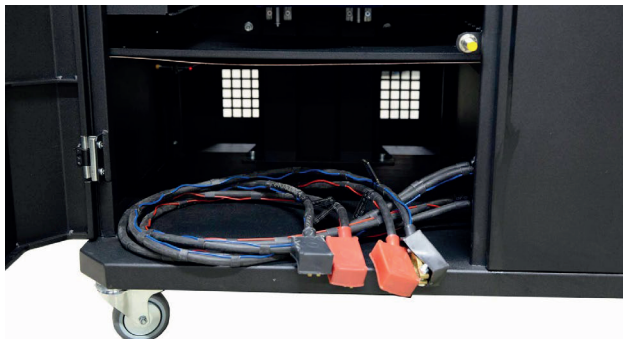

Рисунок 9. Место для размещения аккумуляторов в стенде
- аккумуляторные батареи (АКБ) 12В, которое необходимо расположить в аккумуляторном отсеке стенда (рис. 9). Для открытия левой двери используйте ключи (поставляются в комплекте). При подключении АКБ следует соблюдать маркировку на силовых кабелях. Если подключить только одну АКБ (АКБ1 или АКБ2), то доступен будет только 12В режим диагностики, режим 24В будет недоступен.